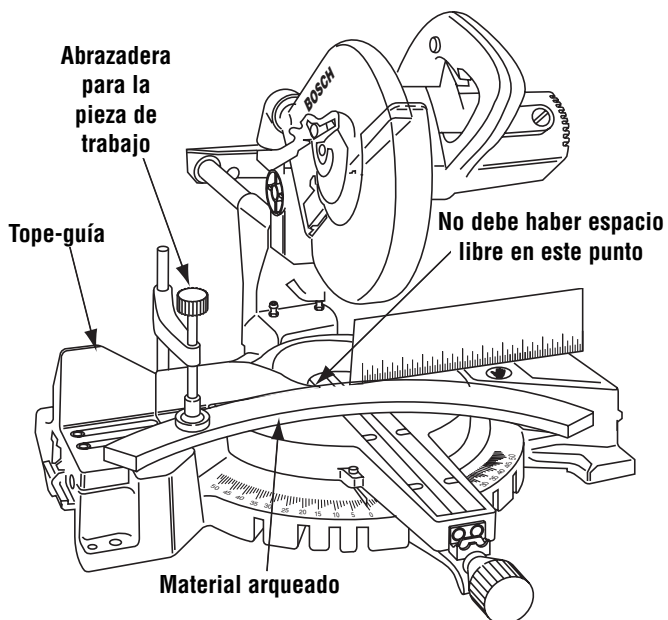

Figura 36. Material arqueado
**ADVERTENCIA** Si la pieza de trabajo está arqueada o combada, fíjela con abrazadera con la cara exterior arqueada orientada hacia el tope-guía. Asegúrese siempre de que no haya espacio libre entre la pieza de trabajo, el tope-guía y la mesa a lo largo de la línea de corte. Las piezas de trabajo dobladas o combadas pueden torcerse u oscilar y pueden causar atasco en la hoja de sierra que gira durante el corte (Figura 36).